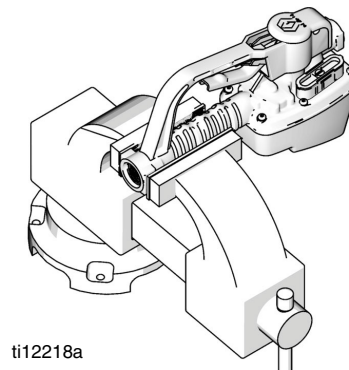

FIG. 4
4. Asegure el medidor en una prensa de tornillo (FIG. 4).